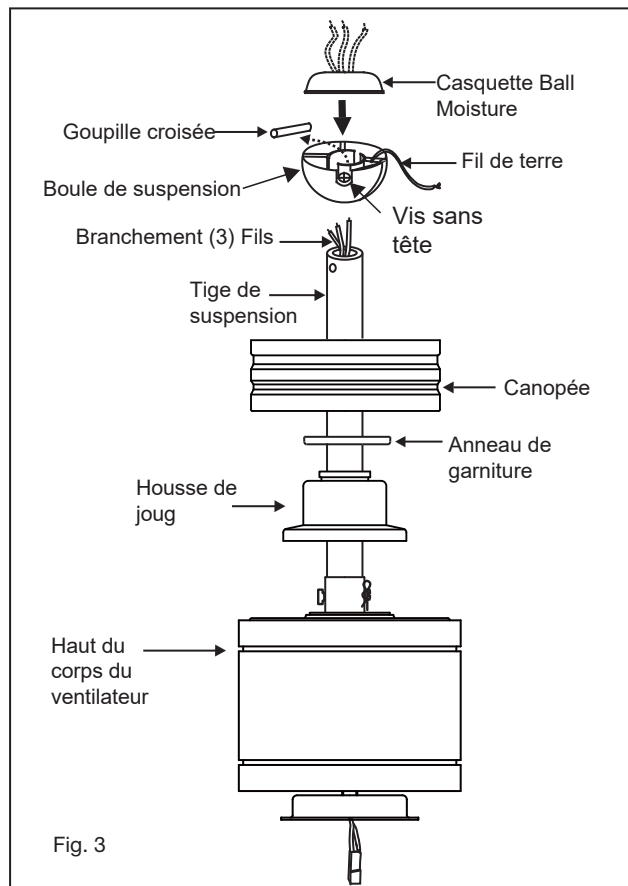

Fig. 3
- 6 Glissez le couvercle de l'étrier, l'anneau de garniture et la verrière sur la tige de suspension. (Fig.3)
- 8 Faites passer les fils à travers les trous du capuchon d'humidité de la bille et faites glisser le capuchon vers le bas sur le dessus de la bille. (Fig.3)
Retirez les vis et retirez la plaque de verre du couvercle de la lampe (Fig.2), puis fixez le couvercle métallique au couvercle de la lampe B et au couvercle de la lampe A avec les vis fournies. (Fig.3)
Un flux d'air VERS LE BAS crée un effet de refroidissement comme illustré à la figure 3. Cela vous permet de régler votre climatiseur sur un réglage plus chaud sans affecter votre confort.